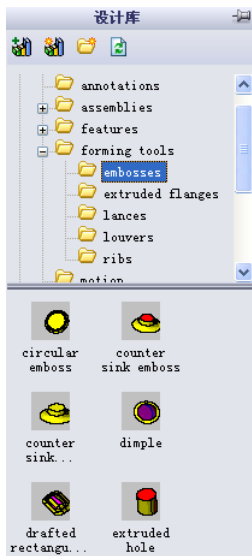

图 9-175 成型工具存在位置
① 创建或者打开一个钣金零件文件。单击“设计库”图标，弹出“设计库”对话框，在对话框中按照路径 Design Library\forming tools\可以找到 5 种成型工具的文件夹，在每一个文件夹中都有若干种成型工具，如图 9-175 所示。